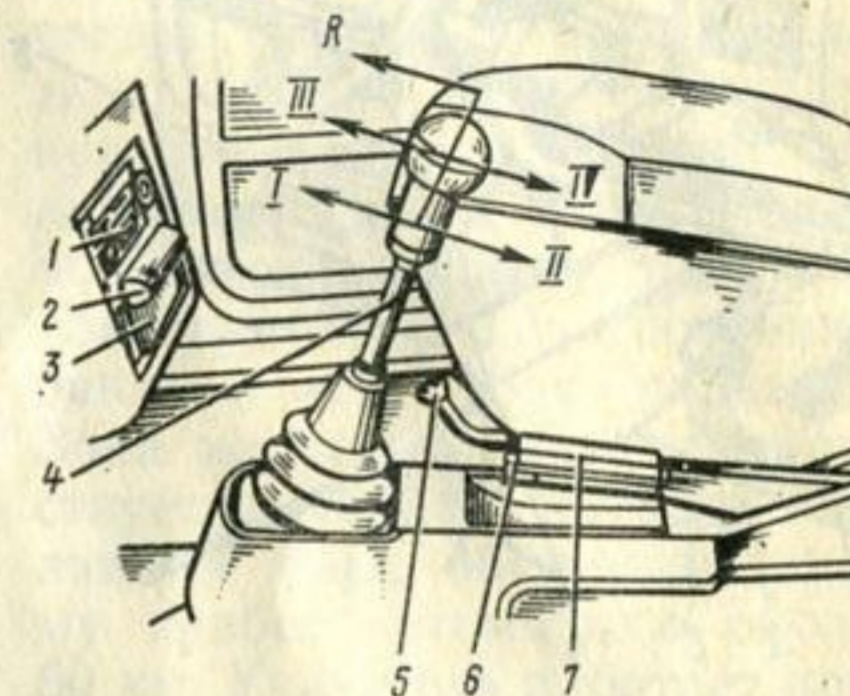

Рис. 26. Консоль панели приборов и туннель пола:
**Пепельница 3** (рис. 26) для водителя и переднего пассажира открывается вытягиванием
**Рычаг 4** (см. рис. 26) переключения передач устанавливаются в одно из показанных на